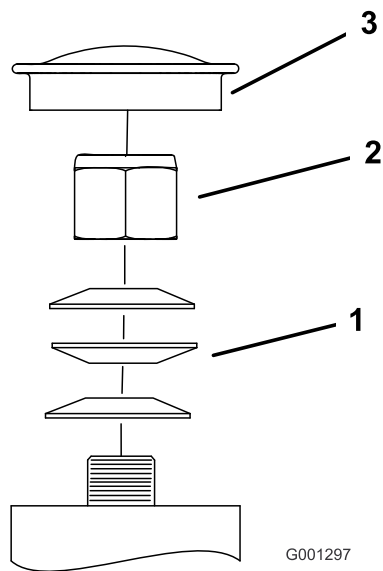

Figura 86
3. Retire o tampão antipoeira da roda e aperte a porca de bloqueio (Figura 86).
4. Aperte a porca de freio até que as anilhas de mola estejam planas e, em seguida, recue 1/4 de volta para aplicar devidamente a pré-carga nos rolamentos (Figura 86).
Importante: Certifique-se de que as anilhas de mola estão corretamente montadas como se mostra na Figura 86.
5. Instale o tampão antipoeira (Figura 86).